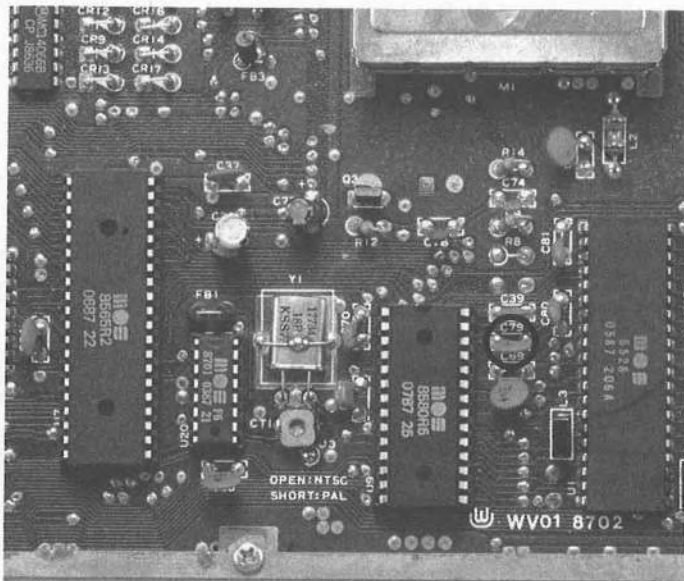

Bild 8. Bei der neuen C64-Platine ist anstelle des SID 6581 ein SID 8580 (U9) eingebaut. Überbrückt werden muß hier der Kondensator C79.
- Der zu überbrückende Kondensator ist nicht C12, sondern C79 (Bild 8, rechts neben dem SID 8580).